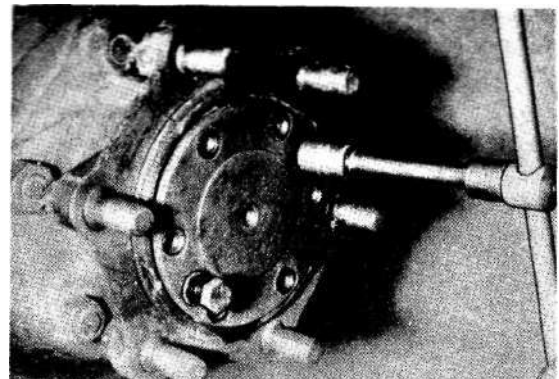

Bild 4-329
4. Je 2 Schrauben an Abdrückgewinde einsetzen und Hinterachswellen abdrücken. (Bild 4-329)